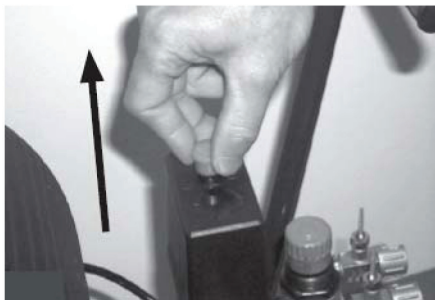

Рис. 6
- При переводе выключателя реле давления в положение пуск (Рис. 6) компрессор начинает работать, накачивая воздух через нагнетательный патрубок в ресивер.